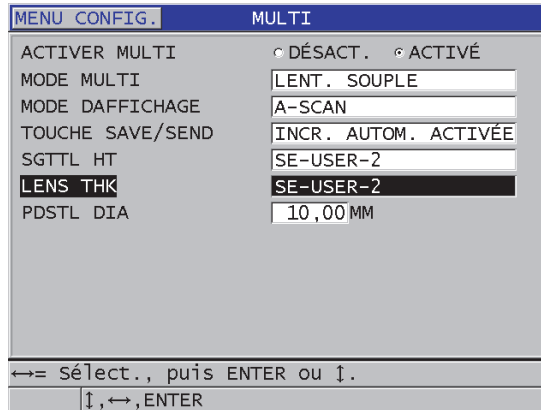

Figure 7-9 Réglages des paramètres de mesures multiples en mode de mesure de lentilles de contact souples
5. Dans l'écran **MULTI** (Figure 7-9 à la page 127), faites ce qui suit :